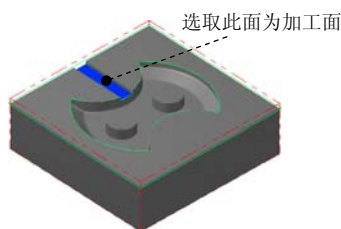
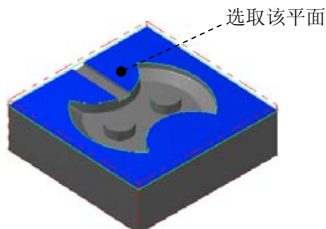

图 22.17 选取加工面
图 22.18 选取干涉面
Step2. 设置加工区域。在图形区中选取图 22.17 所示的曲面, 然后按 Enter 键, 系统弹出“刀具路径的曲面选取”对话框。然后单击 **干涉面** 区域中的 按钮, 选取图 22.18 所示的面为干涉面, 然后按 Enter 键。单击 ☒ 按钮, 系统弹出“曲面粗加工平行铣削”对话框。